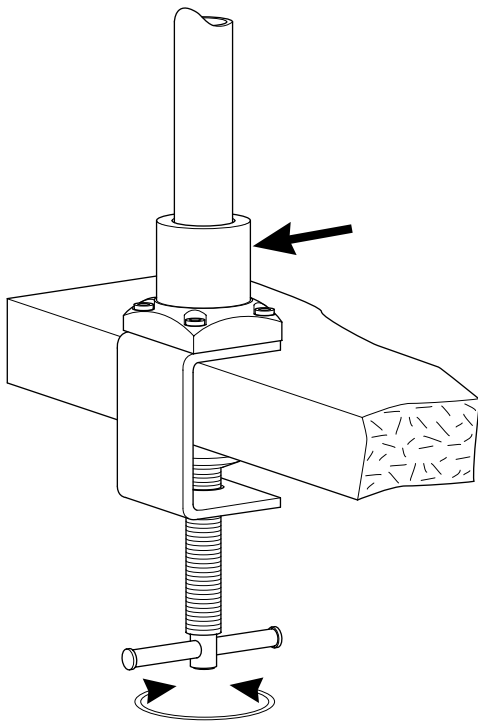

Bild 3-3. Tischmontage
- \* Die Tischklemme können Sie entweder entsprechend Bild 3-3 befestigen, oder Sie können das Oberteil der Klemme direkt auf die Tischplatte aufschrauben.
- \* Das Stativrohr müssen Sie mit der Inbusschraube (Pfeil, Bild 3-3) sichern (Schlüssel liegt bei).